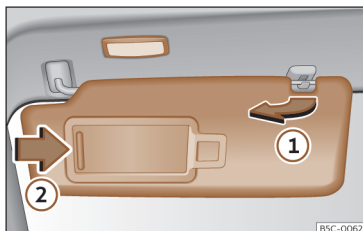

Fig. 113 Pala do sol.
- A pala do sol pode ser puxada para fora da fixação e ser virada para a porta >>> **Fig. 113** ①.